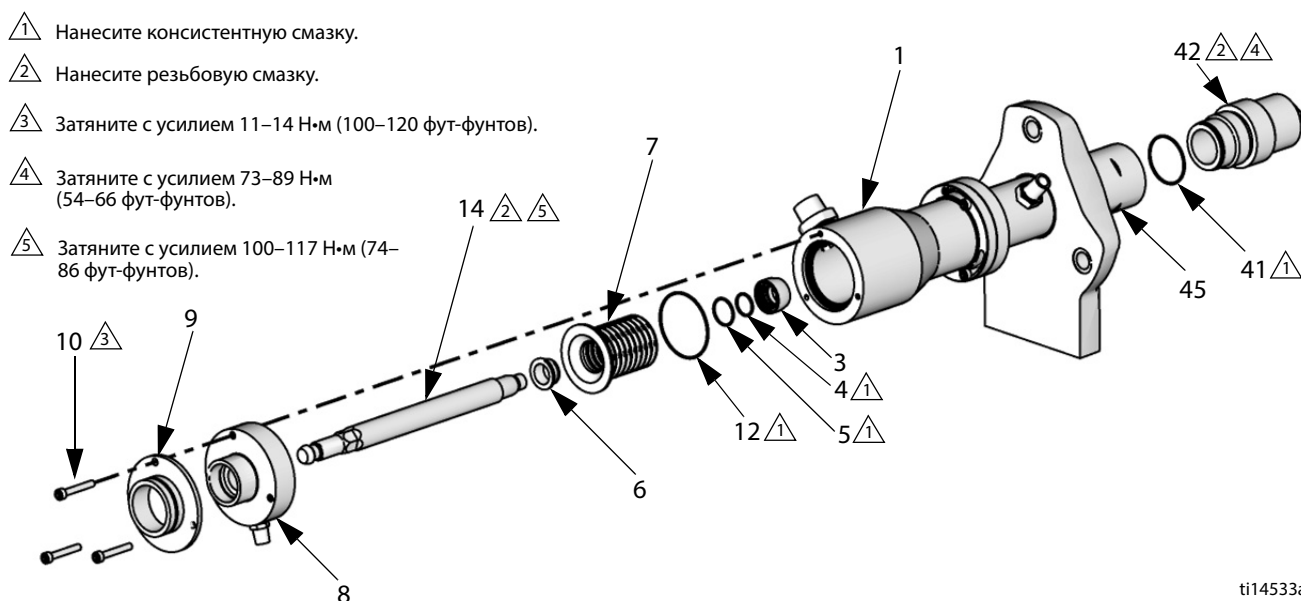

Рис. 6. Замена сиффона
7. См. Рис. 6. Извлеките соединительный шток (14) и сиффон (7) из верхней части сиффонной камеры (1). Оставьте сиффонную камеру (1) прикрепленной к гайке сальника.
8. Снимите сиффонную втулку (6) и поврежденный сиффон (7).
9. Снимите фиксирующую втулку (3). Снимите и утилизируйте уплотнительные кольца (4, 5).
13. Нанесите консистентную смазку на внешнюю поверхность вала насосной штанги и поршень (возле шестигранников). Вставьте штангу и поршень в цилиндр (27).
15. См. раздел Рис. 6 на стр. 12. Не прижимая, установите сальфонное уплотнительное кольцо (12) вокруг сальфона (7). Вставьте соединительный шток (14) с полностью собранным сальфоном (7) в сальфонную камеру (1). Затяните соединительный шток вручную.
16. Удерживая шестигранник соединительного штока (14), поверните поршень (45) с помощью динамометрического ключа. Затяните с усилием 100–117 Н·м (74–86 фут-фунтов).
17. Установите верхнюю крышку (8) на соединительный шток (14). Не затягивайте сильно.
18. **При замене переливной камеры.** Закажите комплект 24E298 (см. стр. 25.) Установите новое D-образное уплотнение (106) на соединительный шток (14). Удерживайте соединительный шток с помощью ключа на 19 мм (3/4 дюйма). Установите и затяните предохранительную гайку (105). Затяните с усилием 11–14 Н·м (100–120 фут-фунтов).
19. Установите новое уплотнительное кольцо (41) заглушки основания. Нанесите консистентную смазку и установите заглушку основания (42). Затяните с усилием 73–89 Н·м (54–66 фут-фунтов).
20. Приподнимите вал двигателя вверх. Наденьте стяжную гайку (55). Установите соединительные манжеты (56).
22. **При замене переливной камеры.** Установите уплотнительное кольцо (102) на крышку (101). Приверните новую емкость (103) с прикрепленной крышкой (101) к фитингу (104).
23. Поверните соединительный шток (14), чтобы выровнять отверстия в верхней крышке (8) с отверстиями в сальфонной камере (1). Установите на место верхнюю крышку (8) и монтажную проставку экрана (9). Затяните винты (10) с усилием 11–14 Н·м (100–120 дюйм-фунтов).